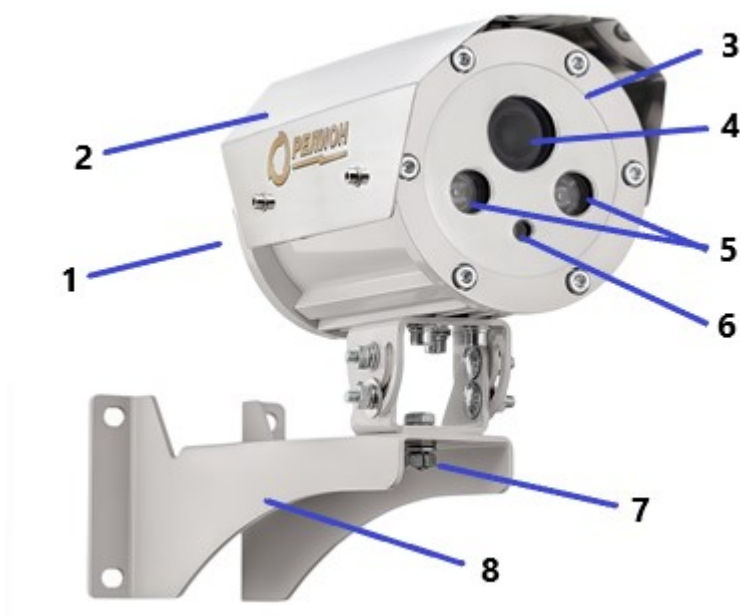

Рисунок 1 – Внешний вид видеокамеры
- Открутить болт и отсоединить от видеокамеры крепежно-юстировочное устройство (8), рис. 1;
- Закрепить крепежно-юстировочное устройство (8) на установленное проектом место;
- Открутить фиксирующие винты и отделить заднюю крышку (1) от корпуса видеокамеры. Отделять заднюю крышку осторожно, чтобы не повредить провода от видеомодуля и ИК-подсветки. При повреждении провода, видеокамеру необходимо вернуть по адресу, указанному в п.4.
- Установить видеокамеру на крепежно-юстировочное устройство (8), включить монитор, нацелить камеру на контролируемую зону и зафиксировать винтом (7), рис. 1;